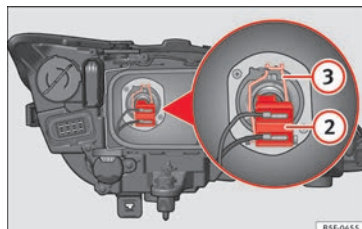

Fig. 103 Feux de croisement.
- Retirez le connecteur » fig. 103 ② de l'ampoule.
- Décrochez le ressort entrebâilleur » fig. 103 ③ en le pressant vers l'intérieur et vers la droite.